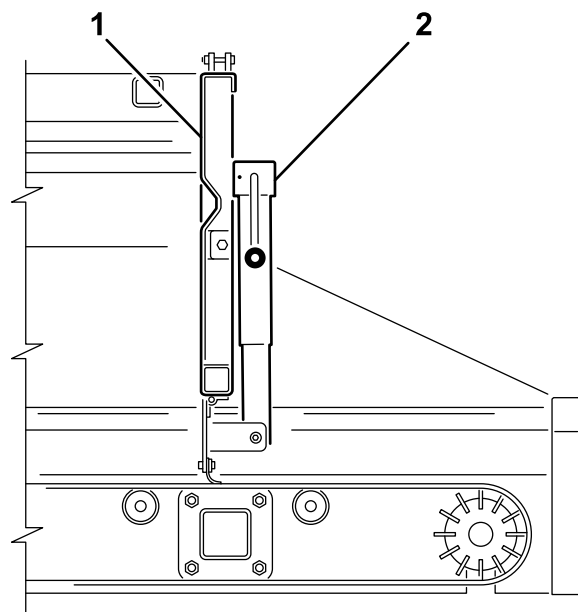
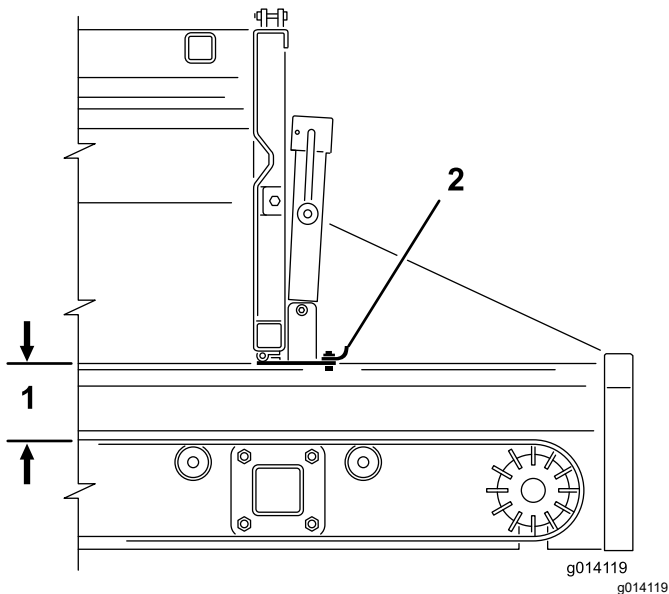

图 43
图 44
2. 使用千斤顶手柄打开或关闭可调整的尾门部分图 43 和图 44。这样在使用附件时可限制物料的流动。